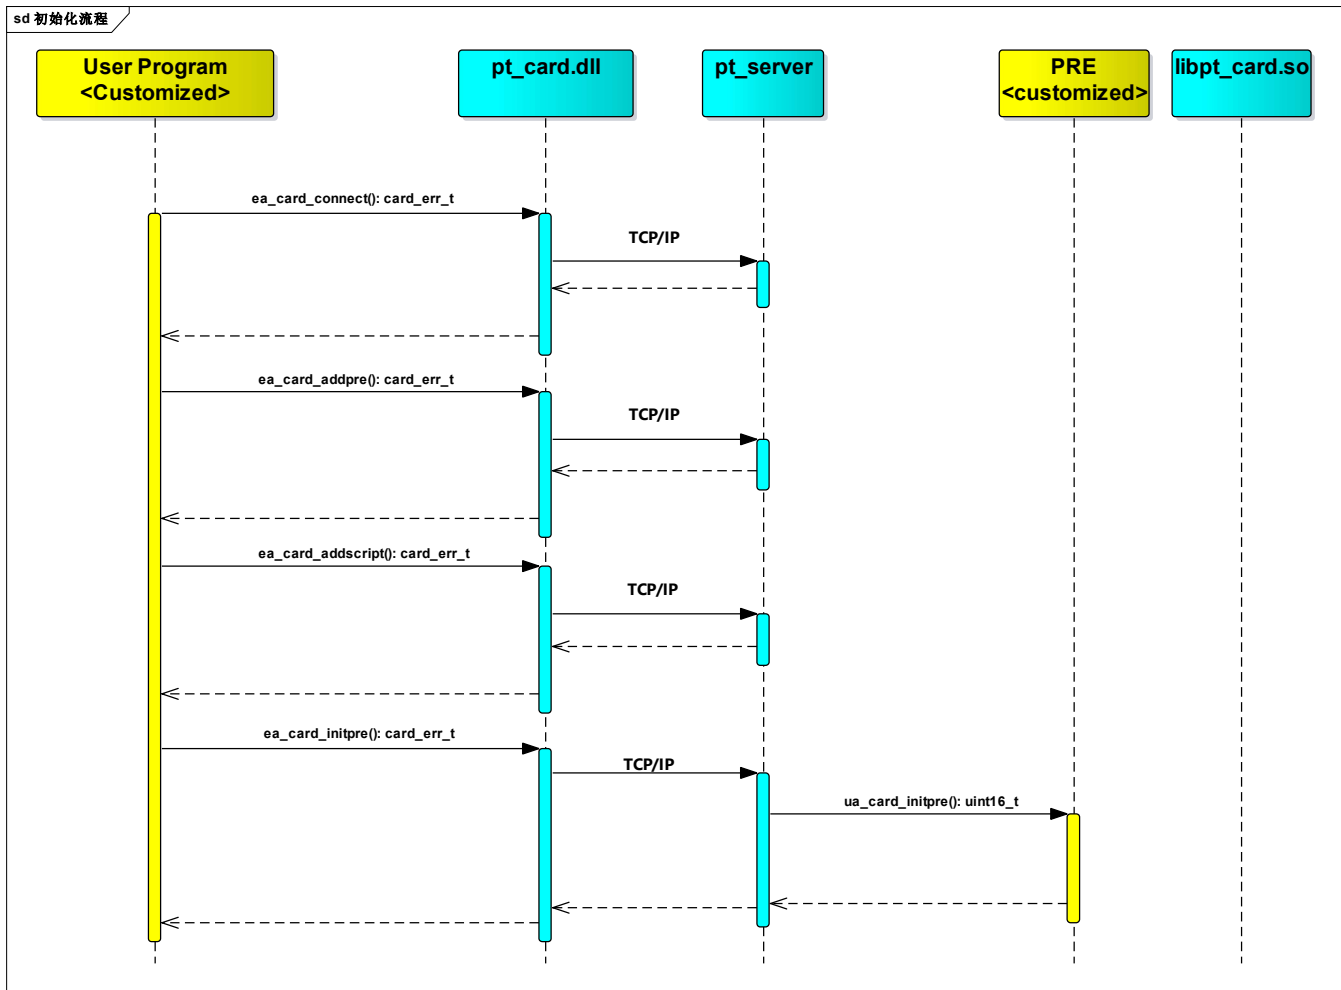

图 3.4 初始化流程
- 初始化流程：用户程序通过调用 pt\_card.dll 的接口函数完成读写器的连接，如图 3.4。